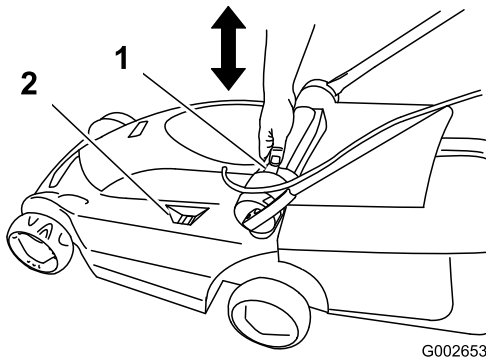

Figure 19
2. Druk met uw duim op de maaihoogteknop en duw de maaihoogtehendel omhoog of omlaag op de gewenste maaihoogte zoals wordt getoond op de maaihoogte-indicator (Figure 19).